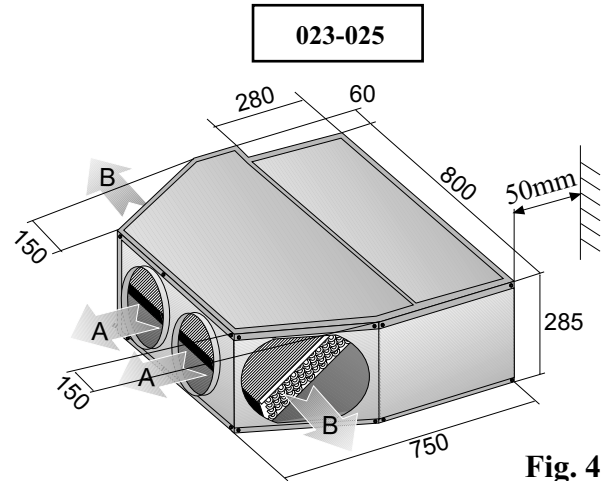

Fig. 4
- La unidad interior puede instalarse colgando del techo, o apoyada sobre una superficie dura (concreto u otra). Para obtener las dimensiones de la unidad interior referirse a las Fig. 4, 5.
- La unidad tiene 3 ductos frontales de aire A, 2 ductos laterales de aire B, 1 ducto superior de aire C. (Ver Fig. 4, 5).
- Instalación de los modelos grandes: Hay 5 posibilidades de aberturas de salidas de aire: 3 salidas de aire frontales (A), 2 salidas de aire laterales (B).
- Instalación de los modelos pequeños, hay 4 posibilidades de aberturas de salida de aire: 2 salidas de aire frontales (A) y 2 salidas de aire laterales (B).